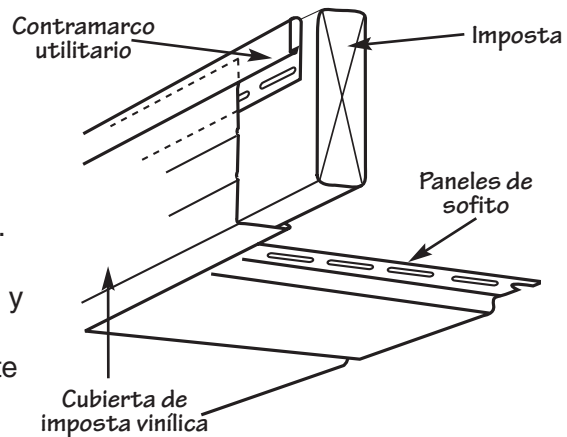

Figura 69.
3. Inserte el panel en el canal colocado en la pared, y después en el canal instalado en la imposta (Figura 69).